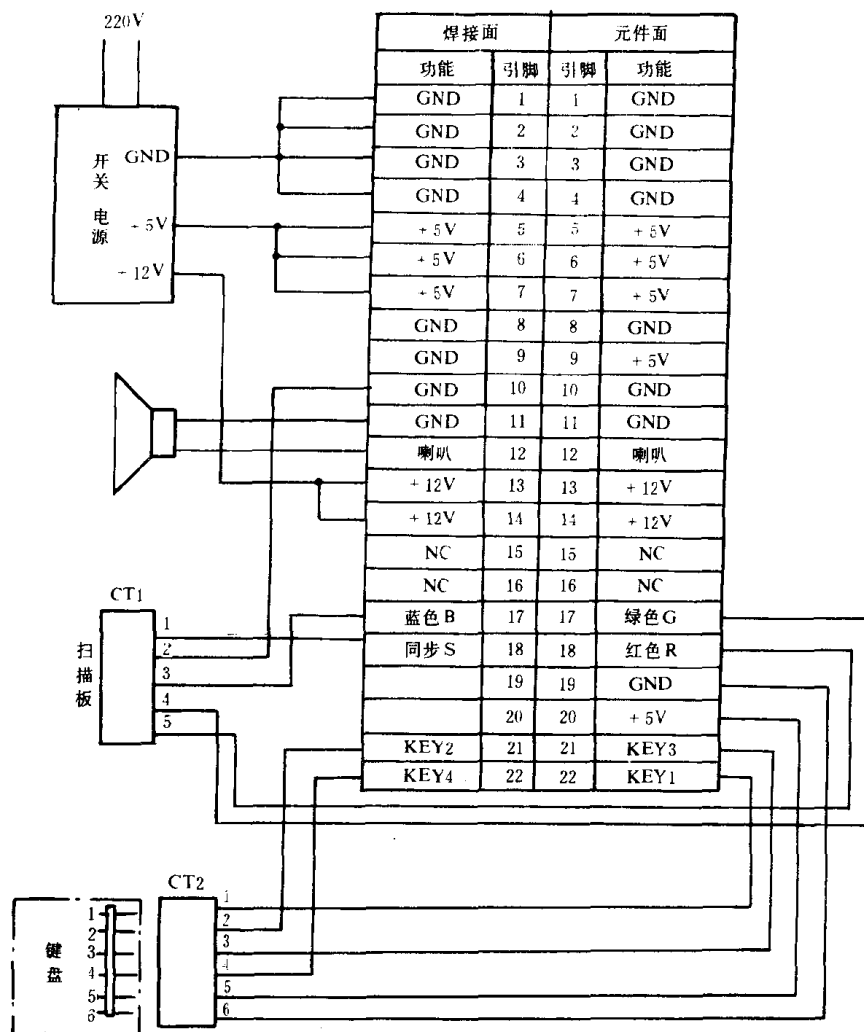

图 5.3.2 “唐老鸭”、“摩托赛”、“跑马”电脑板插头引脚功能与连接
“唐老鸭”、“摩托赛”、“跑马”电脑板也通过 44 线插头和 36 线两个双面印制插头与游戏机系统连接,图 5.3.2 为它的接线图。引脚序号的标注方法为:元件面朝上方,插头在下方,从左到右,最左边为①脚。44 插头分 4 组引线。第 1 组:电源线 18 根,接开关电源;第二组: